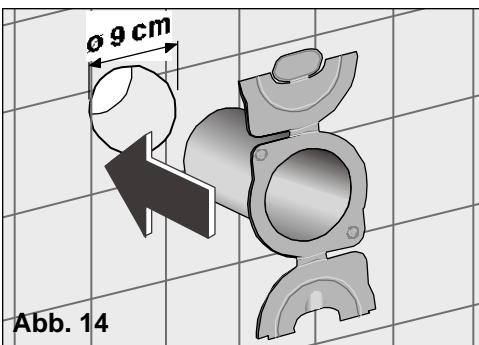

Abb. 14
- In die Außenwand eine Öffnung mit einem Durchmesser von 9 cm bohren, in die von innen und von außen die Zubehörelemente für die Wanddurchführung eingesetzt werden, siehe Abb. 14.